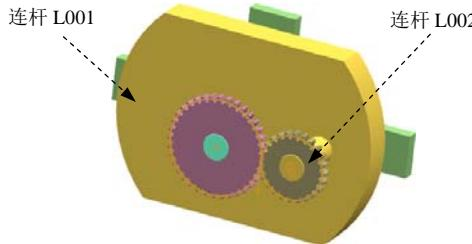

图 10.1.2 定义连杆 L001 和 L002
(1) 定义连杆 L001。选择下拉菜单  →  命令，系统弹出“连杆”对话框，选中  固定连杆 复选框，选取图 10.1.2 所示的零件为连杆 L001，其余参数接受系统默认，在“连杆”对话框中单击 应用 按钮。
(2) 定义连杆 L002。在“连杆”对话框中取消选中  固定连杆 复选框，选取图 10.1.2 所示的零件为连杆 L002，在“连杆”对话框中单击 应用 按钮。